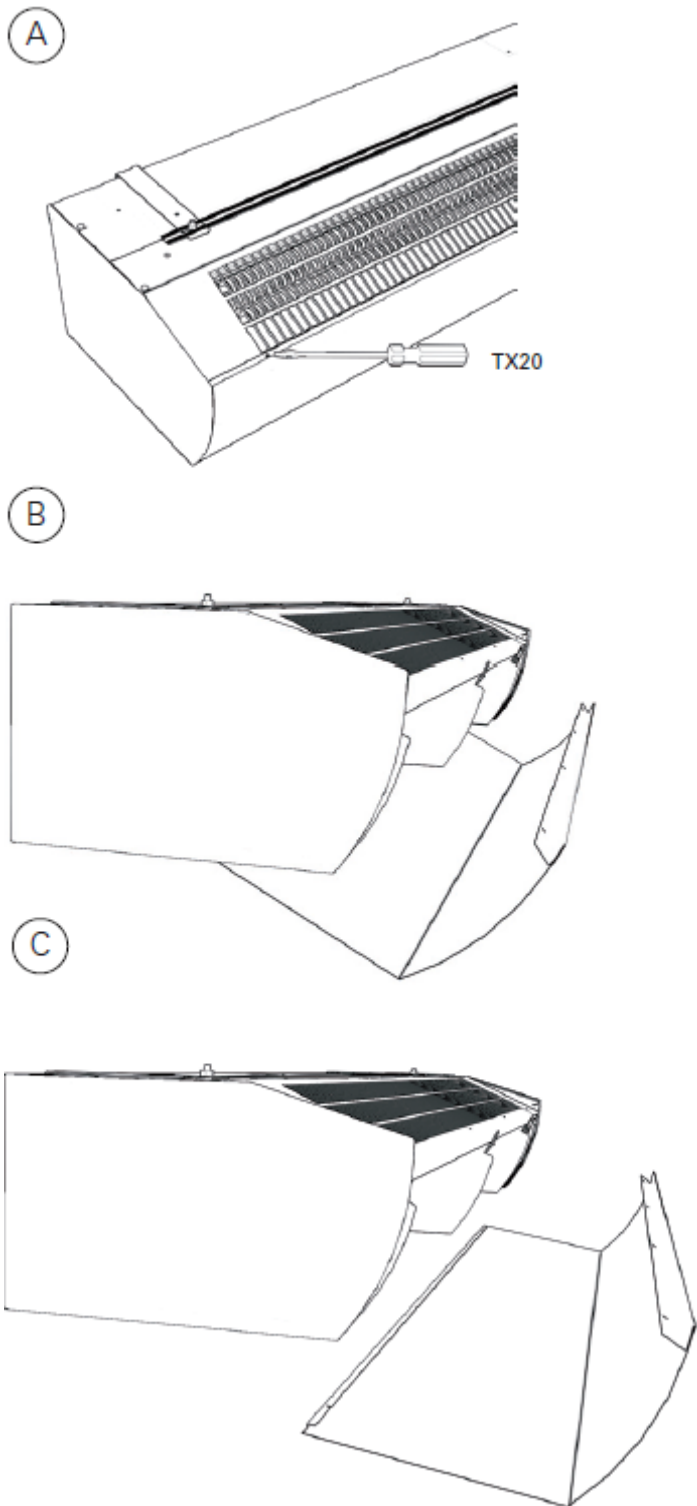

Fig.3
- 2- La trappe avant est retirée en ôtant les vis situées sur le haut de l'appareil et en détachant ensuite la partie courbe en bas de l'appareil. (figure3).
- 2- La trappe avant est retirée en ôtant les vis situées sur le haut de l'appareil et en détachant ensuite la partie courbe en bas de l'appareil (figure 3)